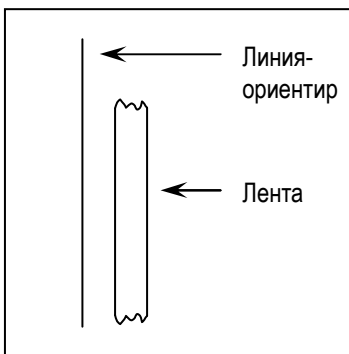
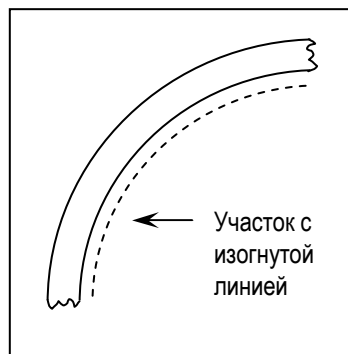

Рис. 1
Рис. 2
- При нанесении длинных прямых линий разметки (за исключением кривых с резкими изгибами) рекомендуется использовать аппликатор для маркировки пола 3M™ M-77 (рис. 1). Для получения изогнутых линий ленту следует медленно наносить по внешней стороне линии-ориентира (рис. 2).